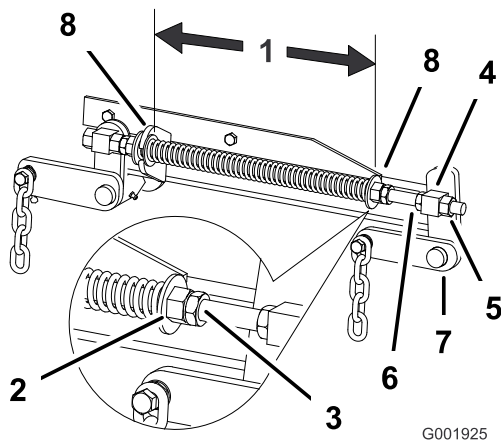

Figura 63
2. Controllate la distanza tra le due rondelle grandi, che deve risultare di 28,2 cm per la scocca dei tosaerba da 132 cm (52 poll.), e di 26,7 cm per la scocca dei tosaerba da 152 cm (60 poll.) (Figura 63).
3. Regolate questa distanza allentando il controdado per molla e girando il dado antistante ogni molla (Figura 63).
4. Bloccate il dado serrando il controdado della molla (Figura 63).